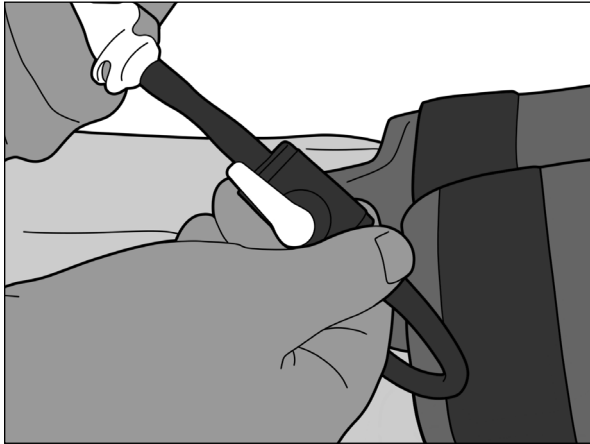

Fig. 18
5. Dopo 2 minuti, aprire la valvola ruotando la valvola in linea con il tubo (Fig. 18).